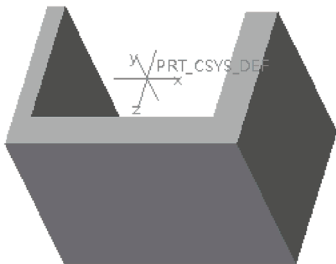

图 5-71 打开模型文件
STEP 01 单击快速访问工具栏中的“打开”按钮，打开模型文件，如图 5-71 所示。